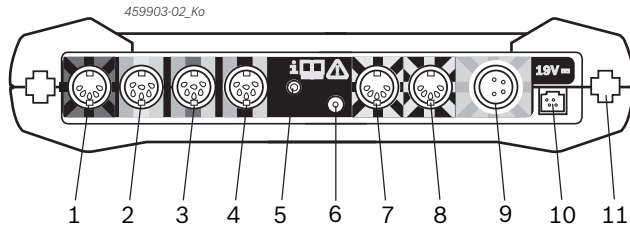

Fig. 2: Regleta de conexión FSA 500 (desde abajo)
Conexión ver Fig. 2, Pos. 6.
5. Conectar los sensores en las ranura de inserción de la unidad de medición previstas (véase fig. 2).